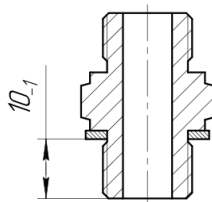

Рис. 1. Размеры ввертной части штуцера.
3. Установить в рабочие порты дивертера штуцеры. Размер ввертной части штуцера, в зависимости от типа уплотнения должен соответствовать рис. 1.